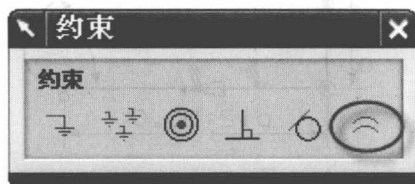
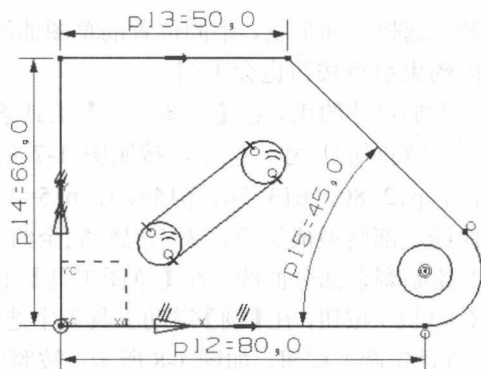

图 1-12 等半径约束
图 1-13 等半径约束后草图
(7) 添加几何约束。在【草图工具】工具条中选择（约束）按钮，在草图中选择圆 1 和 2，草图左上角出现【约束】浮动工具条，在其中选择（等半径）按钮，约束其半径相等；选取圆 3 和圆弧，在【约束】浮动工具条中选择（同心）按钮，约束其同心，如图 1-12 所示。在【草图工具】工具条上，单击（显示所有约束）按钮，使图形中的约束显示出来，如图 1-13 所示。